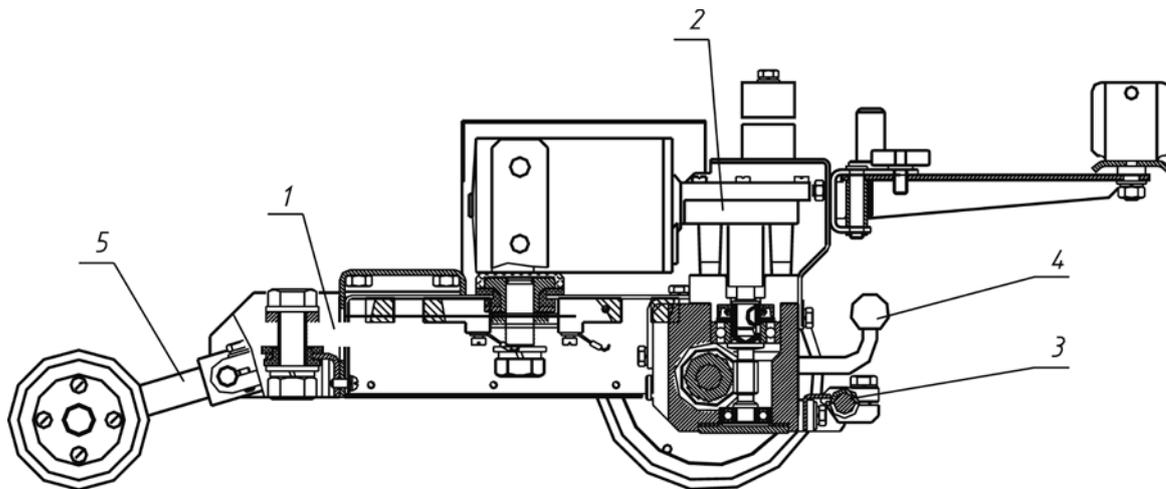

Рис. 1
4.2.10. Тележка (См. рисунок 1) предназначена для перемещения автомата вдоль свариваемого шва. Она представляет собой корпус, в котором расположен измерительный шунт 1, редуктор с приводом и фрикционной муфтой (Поз. 2) и копировального устройства 3. Управление фрикционной муфтой осуществляется с помощью рукоятки 4. На торцевой части корпуса тележки расположен зажим для крепления копировального устройства. На передней части корпуса тележки расположены съемные передние шасси 5 с копировальным устройством. Передние шасси базируются на два упора и крепятся к корпусу тележки четырьмя болтами.